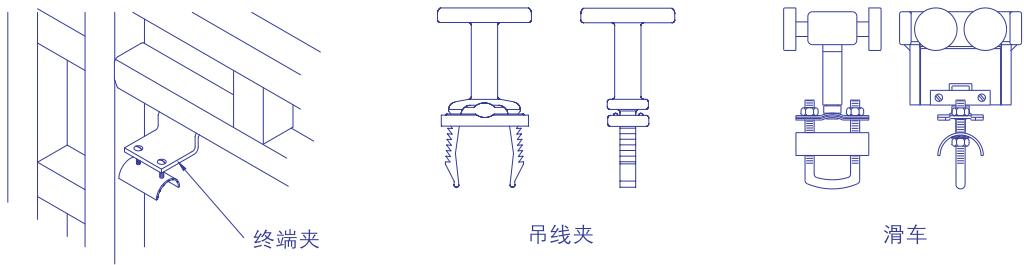

图5A 安装终端夹、吊线夹/滑车
5.1 如果有动力输送装置（可选），先将终端夹滑入型轨，用螺栓固定到位，再将吊线夹/滑车装入型轨（图5A）。